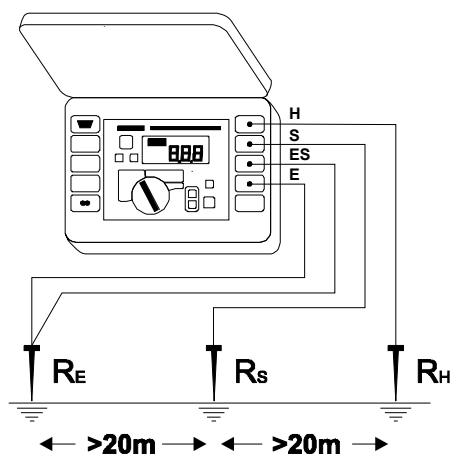

Рис.9. Четырехполюсная схема измерения сопротивления заземления
1. Соединить заземлитель с измерительными гнездами **3** и **4** измерителя, обозначенными как „E” и „ES” соответственно (Рис.9).